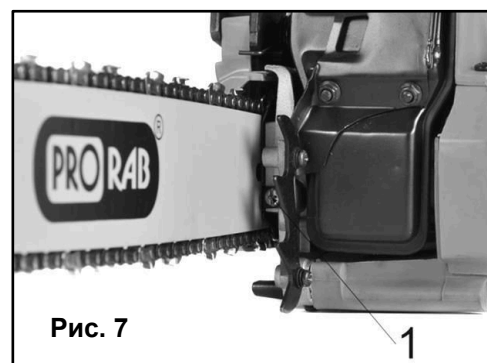

Рис. 7
- Чтобы увеличить натяжение цепи, возьмитесь за носок пильной шины и поверните регулировочный винт (1) **ПО ЧАСОВОЙ СТРЕЛКЕ**. Поворот винта **ПРОТИВ ЧАСОВОЙ СТРЕЛКИ** позволит Вам ослабить натяжение. Убедитесь, что цепь плотно прилегает к пильной шине (См. Рис. 7).